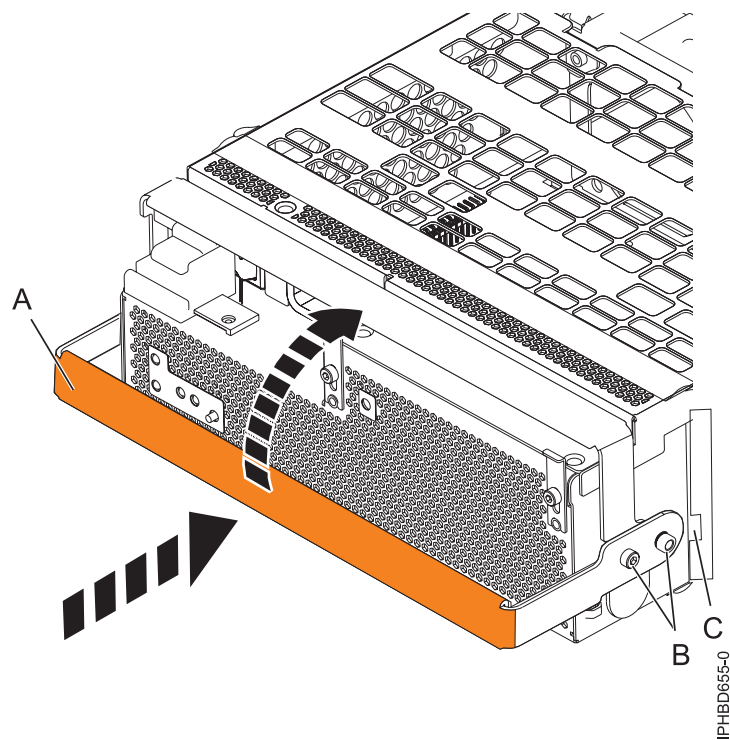

Figura 78. Sustitución de una fuente de alimentación
11. Para sustituir la fuente de alimentación, con el asa de bloqueo (A) en posición abierta, empuje la fuente de alimentación hacia la unidad de expansión, según se muestra en Figura 78 en la página 119.
12. Cierre el asa de bloqueo (A) hasta que la fuente de alimentación quede bloqueada en su sitio.